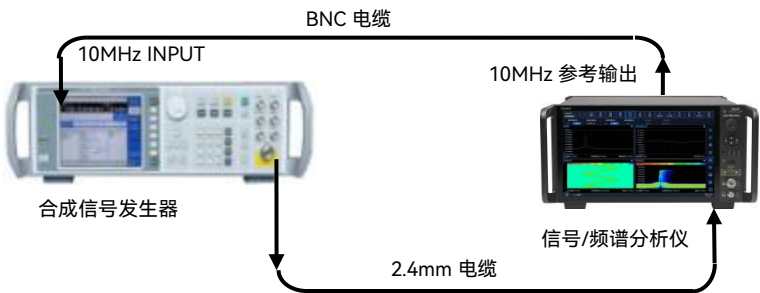

图 7.7 射频输入 1 端口标记计数测试示意图
- 1) 按照图 7.7 连接测试设备,4082 的 10MHz 输出端接合成信号发生器的 10MHz INPUT 端口，合成信号发生器的射频输出端接 4082 的信号射频输入 1 端口；